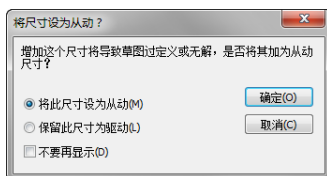

图 1-9 将尺寸设为从动
(1) [提示设定从动状态]：所谓从动尺寸是指该尺寸是由其他尺寸或条件所驱动的，不能被修改。选定此后，当添加一个过定义尺寸到草图时，会出现如图 1-9 所示的对话框询问尺寸是否应为从动。